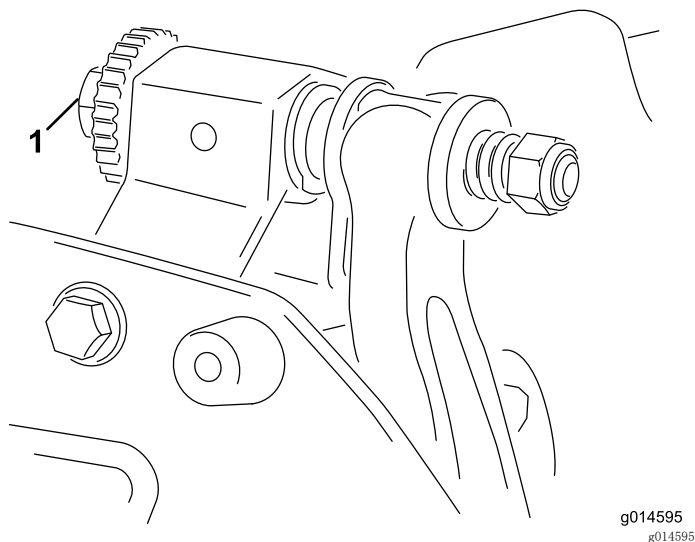

图9
- A. 顺时针旋转底刀架调节螺丝（图9），一次调整一格，直到感觉并听到轻微的接触。
- 6. 向右转动底刀架调节螺丝（图9），通过左右滑动薄垫片，直至感到薄垫片上存在轻微的压力。取出薄垫片。